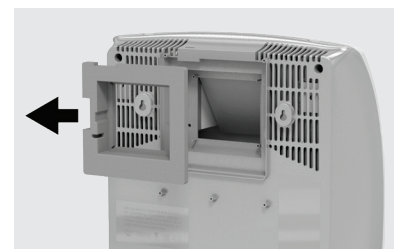

Рисунок 19
- Аккуратно извлеките пенопластовый теплоизоляционный элемент (рис. 19).